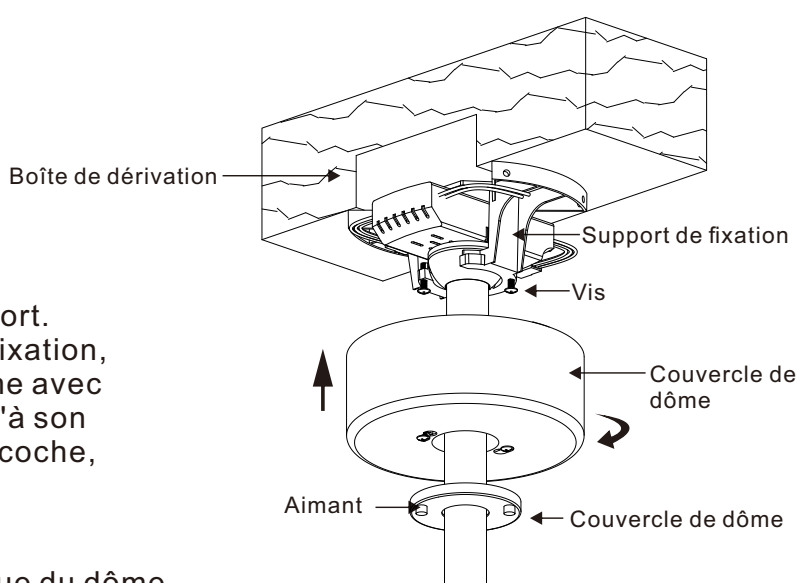

Figure 18
**Étape 2 :** Desserrer les deux vis du support. Faire glisser le dôme vers le support de fixation, aligner l'encoche en forme de clé du dôme avec les vis du support, tourner le dôme jusqu'à son verrouillage dans la partie étroite de l'encoche, puis resserrer les deux vis. (Voir fig. 18)